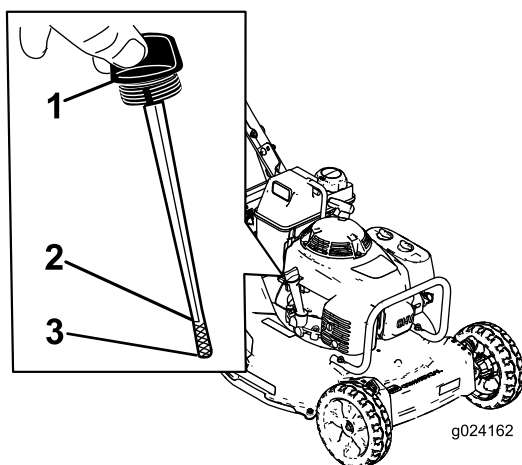

Figura 7
Prima di usare il tosaerba, verificate sempre che il livello dell'olio si trovi fra le tacche Add (rabboccare) e Full (pieno) sull'asta di livello (Figura 7).
2. Pulite attorno all'asta di livello (Figura 7).